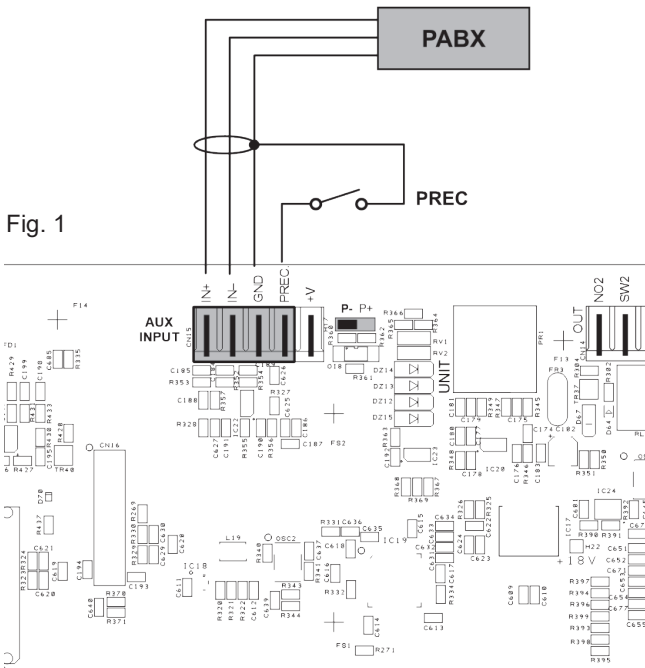
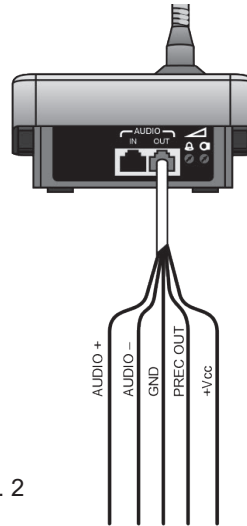

Fig. 1
Fig. 2
I morsetti **AUX INPUT (7)** sono disponibili per la connessione di sorgenti ausiliarie (ad es. un centralino telefonico od una base per annunci con contatto di precedenza). Nel primo caso, è necessario inserire un jumper in posizione "P-" sul connettore a lato della morsetti (vedi Fig. 1); nel secondo caso, invece, utilizzando una postazione preamplificata Serie B711-G, il collegamento tra la presa AUDIO OUT della base e i morsetti AUX INPUT dovrà essere effettuato secondo quanto riportato nella tabella ed il jumper dovrà essere posizionato su "P+" (Fig. 2).